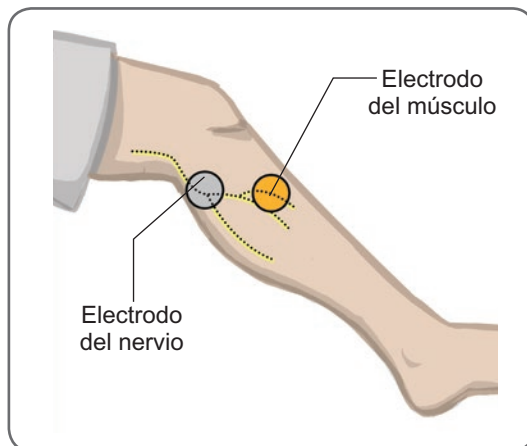

Ilustración 8-2: Colocación de los electrodos en la pierna.
8. Coloque un electrodo (el electrodo del nervio) sobre el nervio peroneo común, en una posición distal y levemente posterior con respecto a la cabeza del peroné. Consulte la ilustración 8-2.